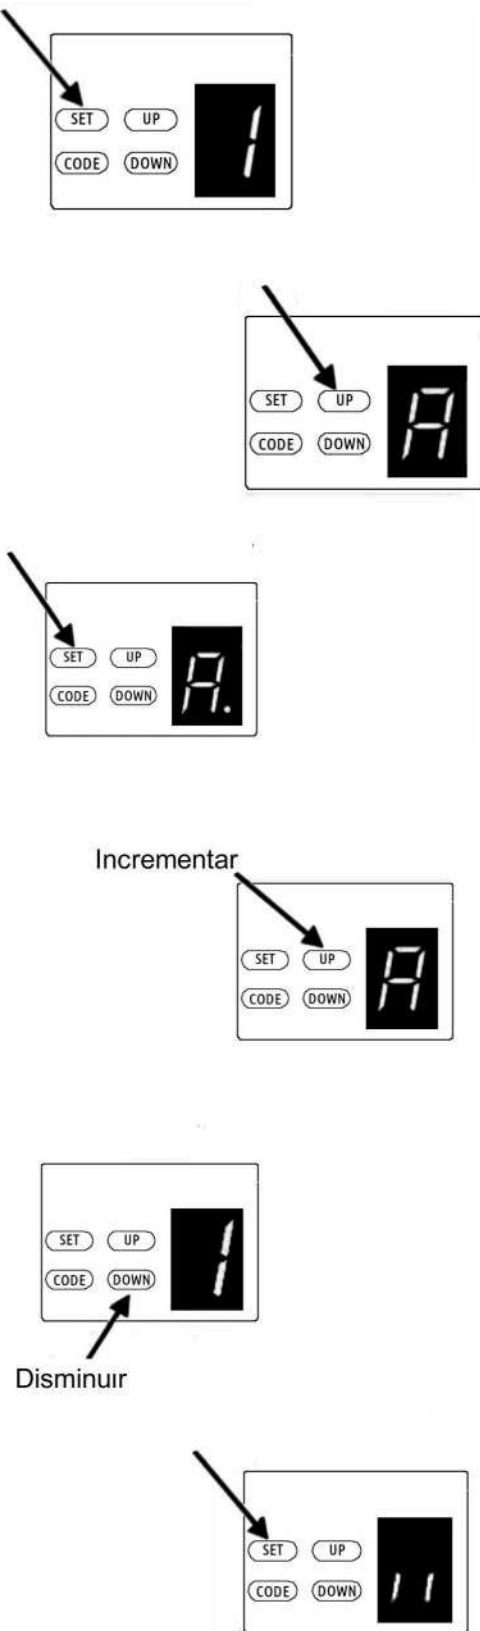

Fig.49
a).-Configuración de la Capacidad de Almacenamiento de Memoria del Transmisor. (Fig.49)